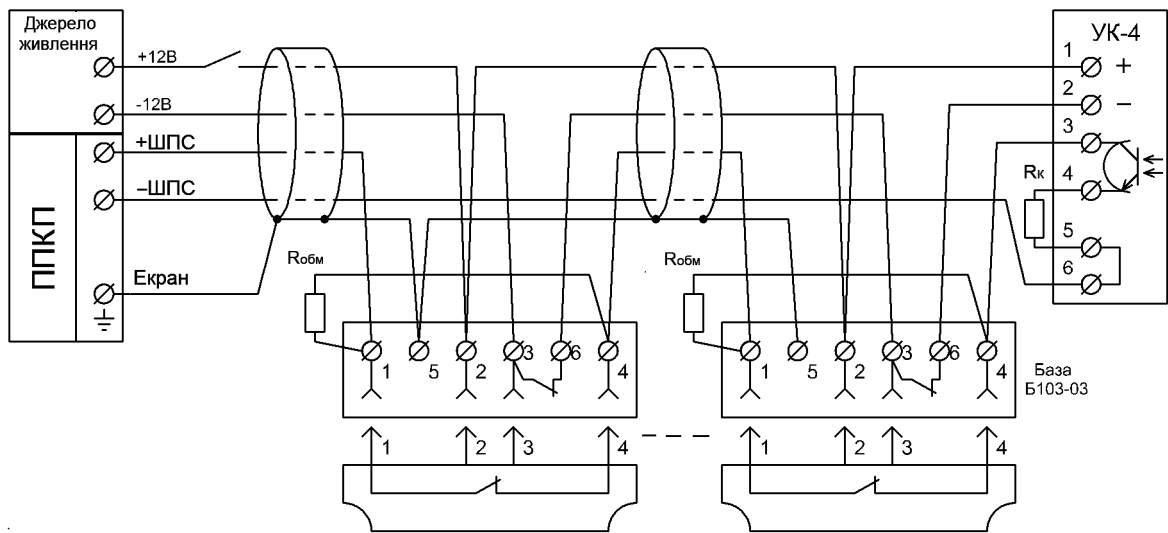

Рис. 2 Схема підключення сповісвачів до ППКП
4.5 В базі контакти «6» і «3» утворюють контактну пару, яка розриває коло живлення Пристрою кінцевого УК-4, при від'єднанні головки сповіслювача від бази (див. Рис. 2).
6.5 Схема підключення сповіщувача до ППКП наведена на Рис. 2.